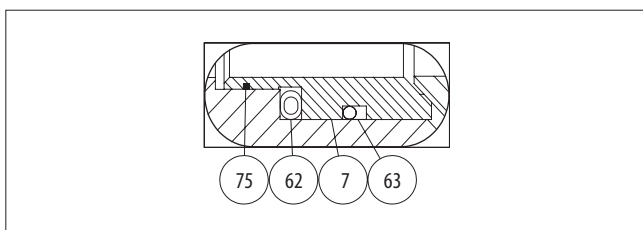

Fig. 29 P-siège
- Ajustez les positions extrêmes d'ouverture et de fermeture à l'aide des vis de butée situées aux extrémités de l'actionneur (cf. fig. 29). La position précise de l'ouverture peut se vérifier dans le passage du corps de vanne. Vérifiez également que la flèche jaune de l'actionneur indique la bonne direction du passage de fluide dans la sphère. **Attention à ne JAMAIS engager les doigts dans le passage du corps de vanne!**